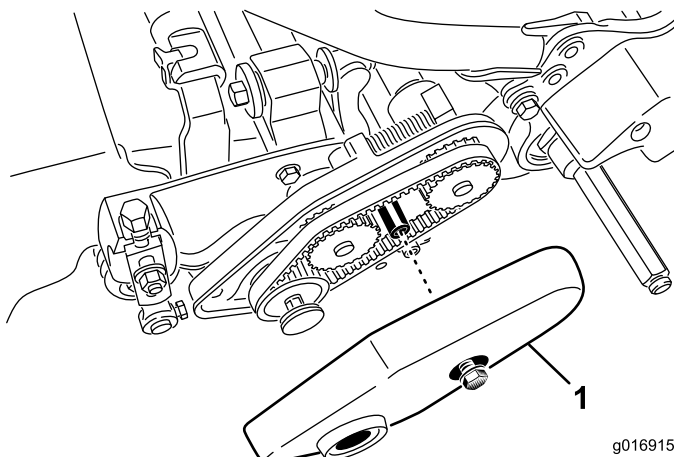

Figura 13
2. Afloje el perno que sujeta la cubierta de la correa y retire la cubierta de la correa para tener acceso a la correa (Figura 13).